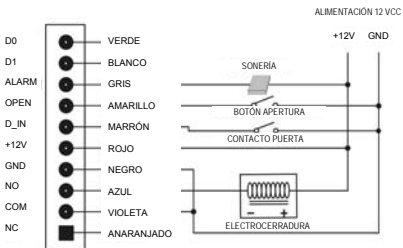

Figura 6
1. Desconecte el cable y realice las conexiones necesarias (véase la Figura 6).